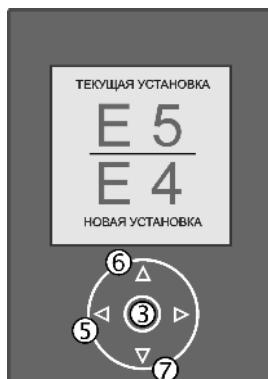

Fig. 33
- Сокращение времени подачи воды: нажмите кнопку вверх *Fig. 33 (6)*.
- Увеличение времени подачи воды: нажмите кнопку вниз *Fig. 33 (7)*.